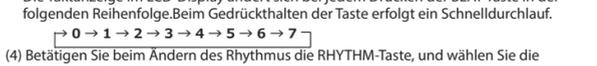

Abb. 4 Beispiel für das Metronom-Modus-Display
- Sie können mit Ihrer bevorzugten Metronomeinstellung üben (siehe Abb. 4)